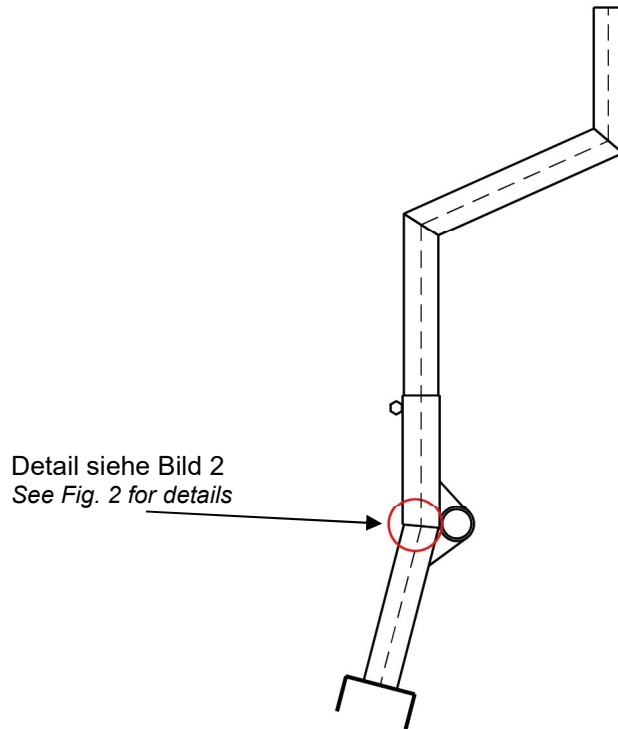

Bild 1 / Fig. 1
- 1.4. Durch das Loch in der eingeschweißten Scheibe (siehe Bild 1 und 2), mit einem Endoskop das Innere der Steuerung auf Korrosion überprüfen (bei einigen Ausführungen ist es notwendig, das Loch in der Scheibe auf 10 mm aufzubohren).
- 1.4. *Use an endoscope to check the inside of the stick for corrosion. Pass the endoscope through the hole in the welded-in disc (see Figs. 1 and 2), (With some versions, it may be necessary to drill out the hole in the disc to 10 mm).*